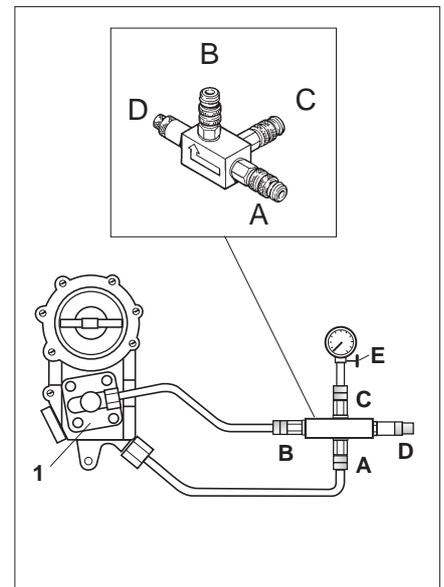

Abb. 4
- Der 3-Wege-Adapter muß am Mengenteiler zwischen Ober- und Unterkammer angeschlossen werden, Abb. 4.